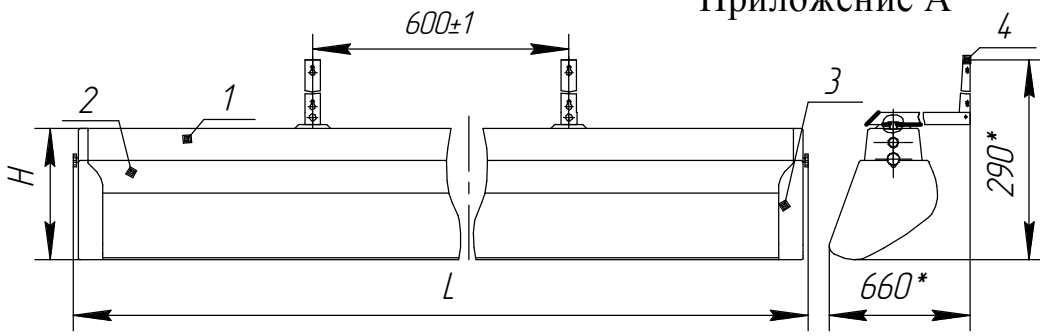

Рисунок 1
4.1 Светильник состоит из корпуса в сборе поз. 1, в котором размещена электросхема, отражателя поз. 2, двух крышек поз. 3, двух узлов подвеса поз. 4, рис. 1.